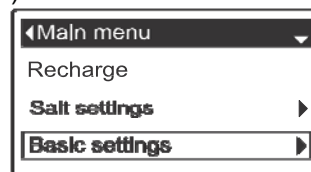

РИС. 31
1. С любого прокручивающегося экрана статуса нажать кнопку ВЫБОР (O) для отображения **Главного меню**.
2. Нажать кнопку ВНИЗ (▼) и прокрутить опции меню до выделения надписи **Базовые установки** (См. Рисунок 31).